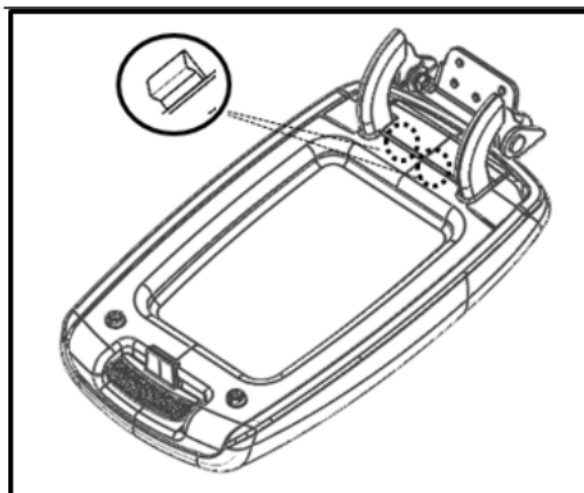

图 1.6.17 副仪表板扶手总成的分拆 1
- (2) 用一字螺丝刀沿副仪表板扶手小盖板与副仪表板扶手内板配合处小心撬起小盖板,直至将全部配合卡脚全部松开,取出副仪表板扶手小盖板。如图1.6.17所示;